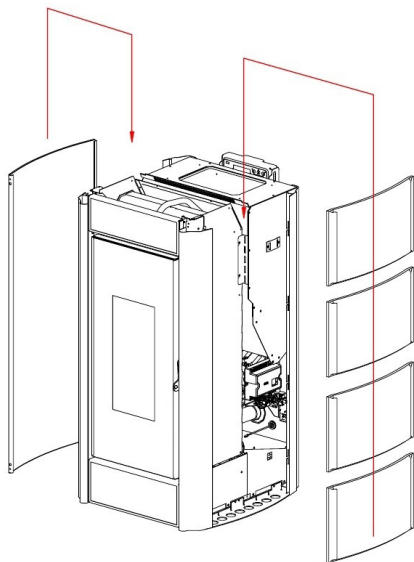

Fig. 25 - De zijpanelen invoegen
- Breng de zijpanelen van bovenaf op de daarvoor bestemde geleiders aan en laat ze langzaam volledig omlaag schuiven (zie **Fig. 25 op pag. 20**).